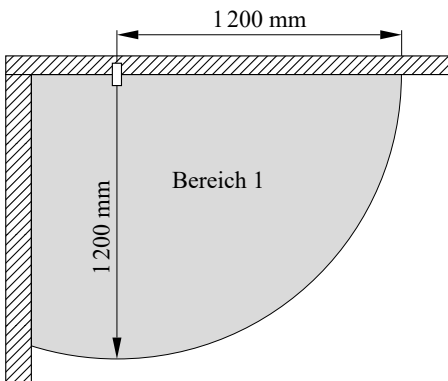

Bild 4.8 Bereiche bei einer Dusche ohne Wanne
- Bereiche einer Dusche ohne Duschwanne, siehe Bild 4.8.